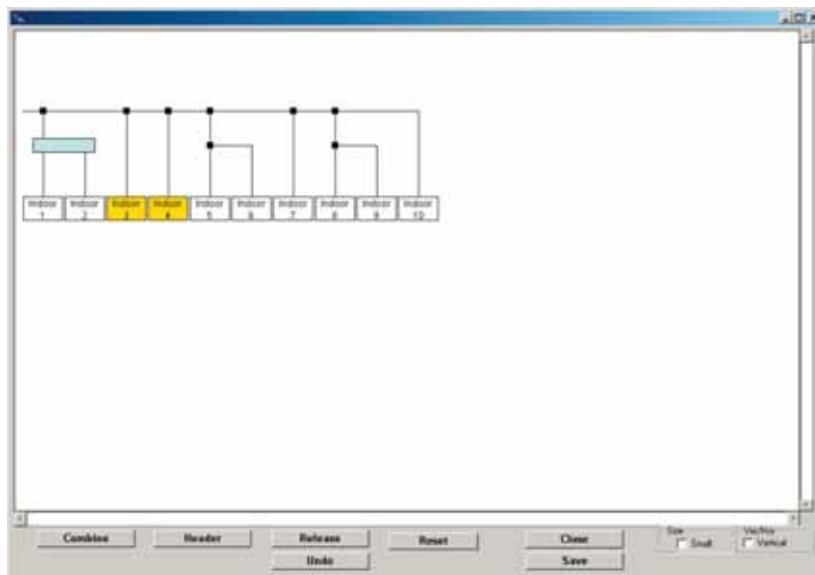

Рис. 6.4.1
4 Нажать кнопку "Разветвления" (Pipe Combine) (4). Откроется окно, изображенное на рис. 6.4.1. Выбранный внутренний блок (Indoor) будет выделен желтым цветом. Для объединения блоков следует выделить нужные и нажать кнопку "Объединить" (Combine). При нажатии кнопки "Гребенка" (Header) внутренние блоки будут подсоединены к разветвителю-гребенки (выделено синим). Выбранное соединение можно разъединить кнопкой "Разделить" (Release). Для возврата к исходным параметрам нажать кнопку "Сброс" (Reset). После того, как параметры будут заданы, нажать кнопку "Сохранить" (Save). Откроется диалоговое окно подтверждения. При нажатии кнопки "Да" информация будет сохранена.